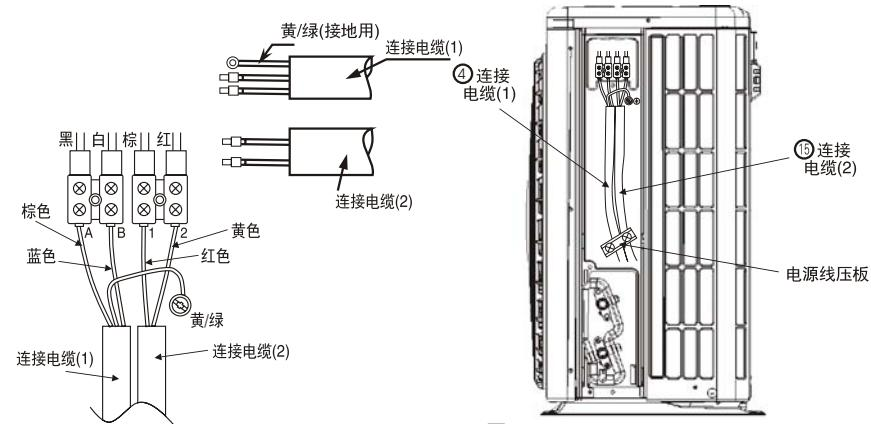

图14
- (1) 把连接电缆按电气接线图所示正确地牢固连接。(紧固力为0.8~1.5N·m)
(2) 用电源线压板将连接电缆压住后, 用螺钉紧固, 按图14安装。